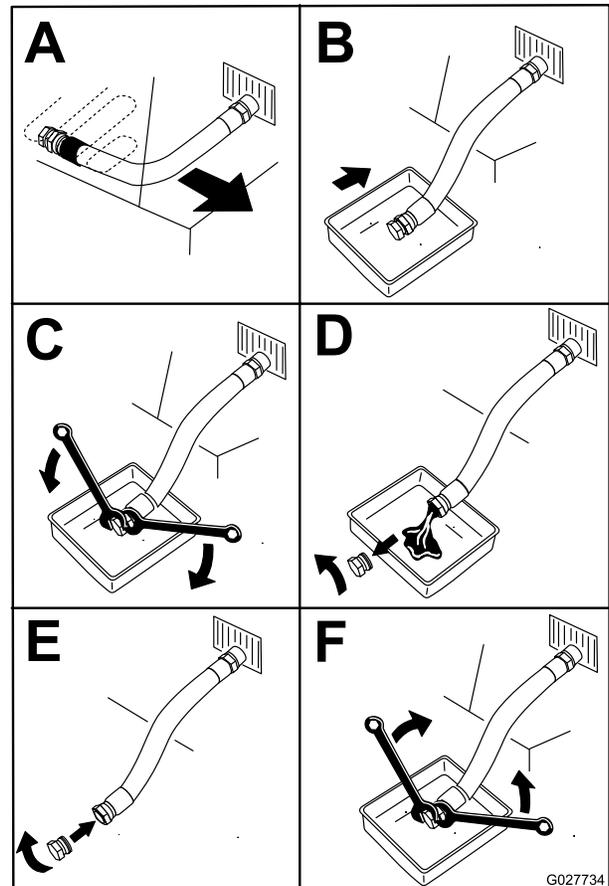

Figure 52
4. Avant de quitter la position d'utilisation, coupez le moteur, enlevez la clé de contact et attendez l'arrêt complet de toutes les pièces mobiles (Figure 52).